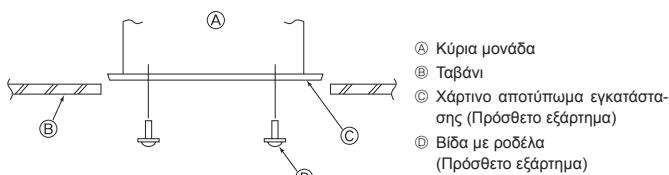

Fig. 2-7
2.6. Επιβεβαίωση της Σωστής Θέσης Ανάρτησης της Κύριας Μονάδας και Σφίξιμο των Μπουλονιών Ανάρτησης (Fig. 2-7)